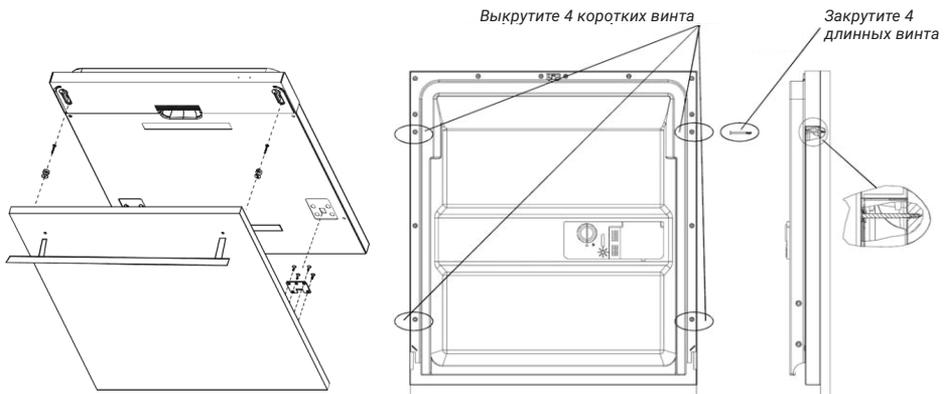

Рис. 4
2. Установите крюк на внешней панели и вставьте его в отверстие на дверце посудомоечной машины (рис. 4). Установив панель, закрепите ее на дверце машины при помощи гаек и болтов (рис. 5).